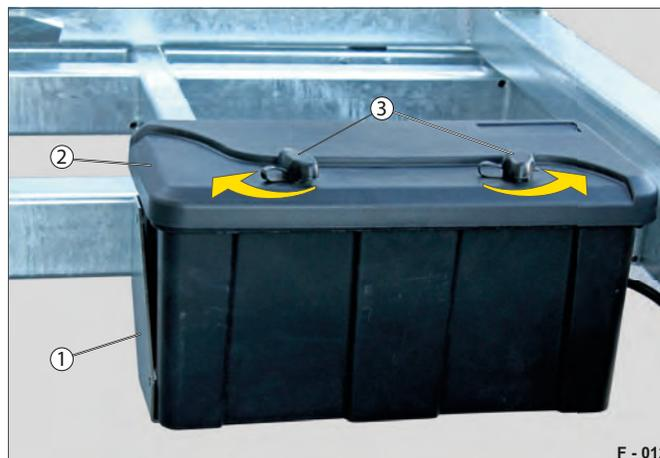

Fig. 12 Caisse à outils verrouillée
- ▶ Soulevez les caches (Fig. 12 /2) des serrures à barillet (Fig. 13 /1).
- ▶ Rabattez les caches (Fig. 12 /3).